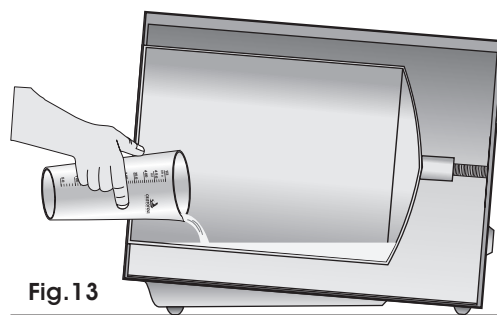

Fig. 13
- 9► Abra a porta da autoclave, usando o copo graduado, coloque a quantidade correta de **água destilada** diretamente na câmara antes de cada ciclo (Fig.13) de acordo com a Tabela 4 abaixo.